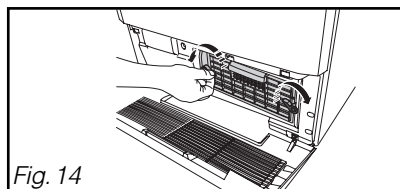

Fig. 14
- Déverrouillez le condenseur (Fig. 14).